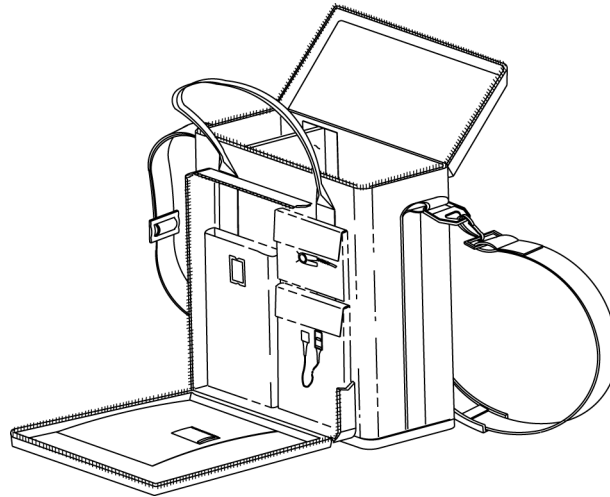

图 10: 软壳便携箱
- 软壳便携箱。请参阅图 10 第 123 页。
Nellcor 可以为 N-600x 提供一个可选的软壳便携箱。参见图 10。该便携箱带有衬垫，可在运输 N-600x 时对其加以保护。该便携箱带有两个格子，用于放置 *OXIMAX* 传感器、电缆和操作员手册。您可直接向 Nellcor 订购便携箱。